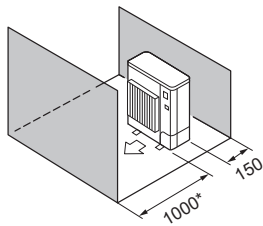

Abb. 2-11
- (5) Hindernisse nur auf der Vorder- und Rückseite (Abb. 2-11)